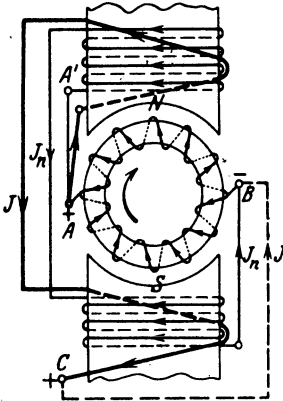

Abb. 98.
Weder die Hauptschluß- noch die Nebenschlußmaschine gibt bei Belastungsänderung konstante Klemmenspannung. Das Verhalten der Hauptschlußmaschine ist aus der U_k -Linie (Abb. 92) zu erkennen. Danach steigt zunächst die Spannung mit wachsender Belastung, um später wieder abzunehmen. Die Nebenschlußmaschine besitzt die größte Spannung bei Leerlauf. Mit wachsender Belastung nimmt die Spannung immer mehr ab¹. Will man eine Maschine haben, bei welcher die Spannung für alle Belastungen dieselbe bleibt, oder sogar mit wachsender Stromstärke noch steigt, so muß man dieselbe mit zwei Erregerwicklungen ausführen, einer Nebenschlußwicklung, die aus vielen Windungen dünnen Drahtes besteht und bei Leerlauf die gewünschte Spannung erzeugt, und einer Hauptstromwicklung, die vom Hauptstrom durchflossen wird und so berechnet ist, daß die durch sie erzeugte Durchflutung den Spannungsverlust und die Ankerrückwirkung (Gl 60) deckt. Diese Maschine heißt Doppelschlußmaschine (Abb. 93). Ihr Schaltschema ist in Abb. 98 a bzw. 99 dargestellt. Die Maschine erregt sich, denn bei Rechtsdrehung des Ankers
wird der remanente Magnetismus verstärkt. Anstatt in Abb. 98 A mit der Bürste A , kann man auch A' mit der Klemme C verbinden.
Abb. 98 a.
- der Widerstand der Hauptstromwicklung AC (Abb. 98 bzw. 99),